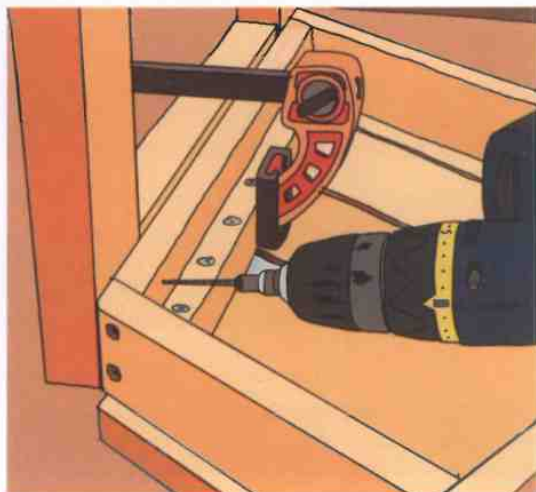

Рис. 15.
19. Используя струбцины (Рис. 15), зафиксируйте и прикрепите с помощью клея и шурупов по две пары ножек (детали А-С) к сиденьям и еще по одной ножке к правой части оставшихся двух сидений (правой, если смотреть от ствола дерева).